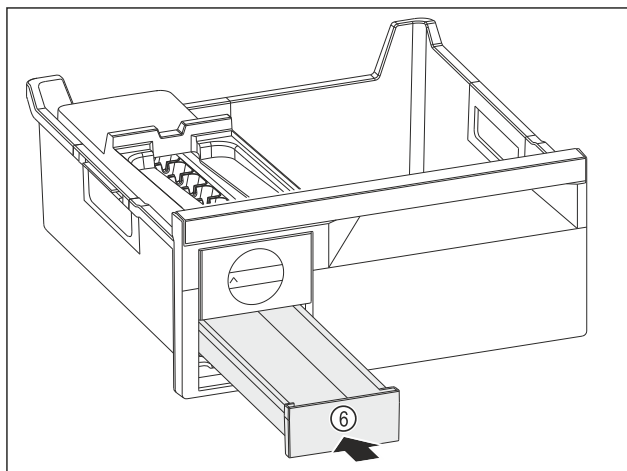

Fig. 177
- ▶ Вдвиньте выдвижной ящик для кубиков льда Fig. 177 (6).